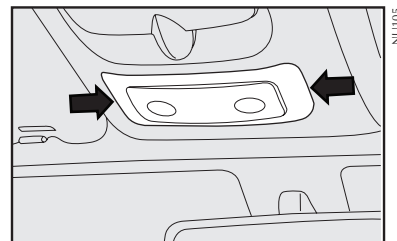

fig. 22
- utilizando un destornillador en uno de los puntos indicados por las flechas **fig. 22** quite la consola de techo completa que está fijada a presión;